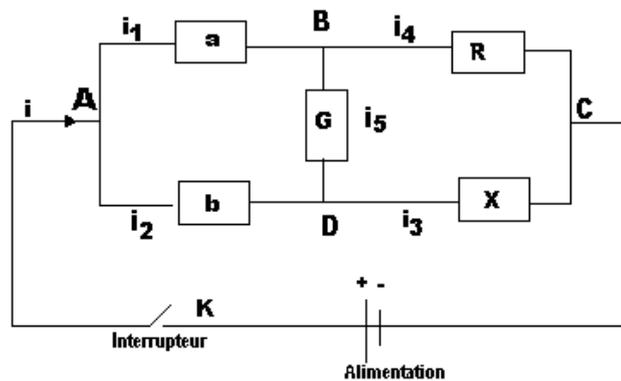

Fig. 1
On appelle nœud un point du réseau où se rencontrent au moins trois conducteurs (A, B, C, et D voir fig 1).
- Lorsqu'on branche l'ampèremètre et le voltmètre, deux possibilités se présentent (Fig.1 et Fig.2) :
Ce qui correspond à deux montages différents appelés **montage courte dérivation** ou «montage aval» (Fig.1) et **montage longue dérivation** ou «montage amont» (Fig.2) qui ne donnent pas des valeurs exactes de la résistance à mesurer mais seulement des valeurs approchées.